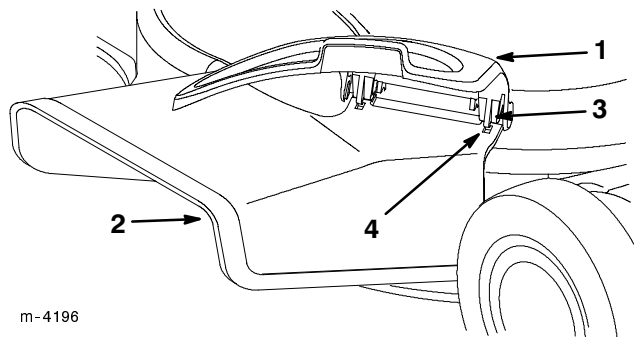

Figure 42
5. Glisser l'éjecteur sur l'ouverture, en insérant les fentes de l'éjecteur sur les pattes du dessous du couvercle (Fig. 42).
3. Soulever le couvercle d'éjection latérale et retirer l'éjecteur latéral (Fig. 42).